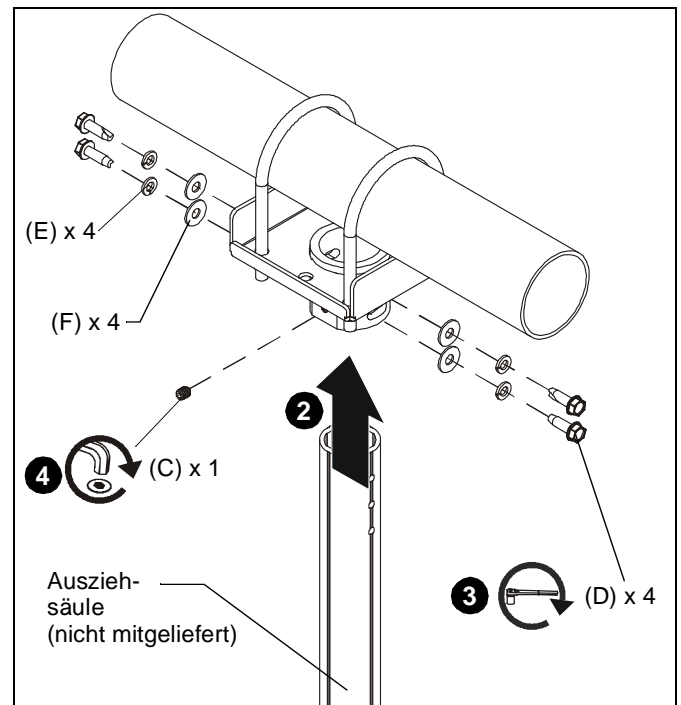

Abb. 3
3. Befestigen Sie die Ausziehsäule am CPA365, indem Sie vier selbstschneidende 5/16-18 x 1"-Sechskantschrauben (D) mit vier 5/16"-Federscheiben (E) und vier 5/16"-Unterlegscheiben (F) durch die Bohrungen in der Ausziehsäule schrauben. (Siehe Abb. 3)
4. Schrauben Sie eine 5/16" x 1/2"-Feststellschraube (C) in die Gewindebohrung und ziehen Sie sie an, bis sie fest an der Säule sitzt. (Siehe Abb. 3)